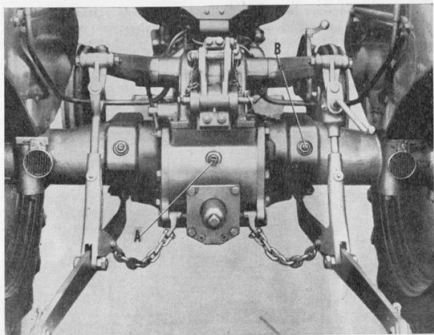

Fig. 21.
- Kontrollera oljenivån i kraftöverföringen. (fig. 21 A). (Skall vara i nivå med pluggens underkant).